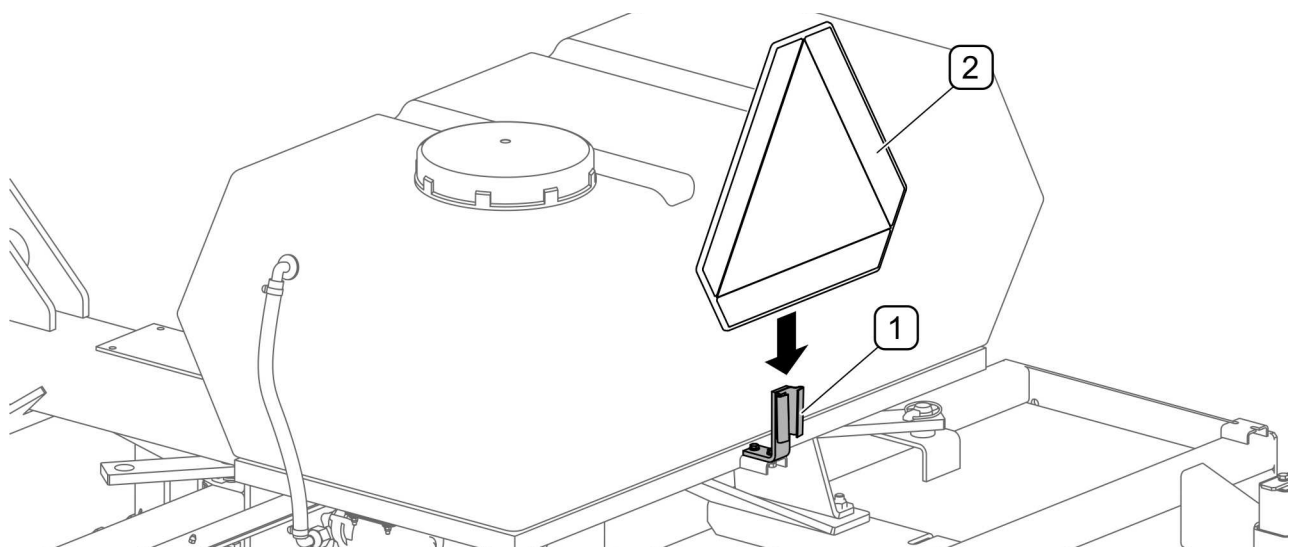

РИСУНОК 4.9 Додатковий кронштейн для розпізнавальної таблички (опція)
- Якщо підмітальна машина закриває знак тихого руху, який знаходиться в задній частині тягача, знак повинен бути встановлений на кронштейні (РИСУНОК 4.9) на рамі підмітальної машини (доступна як опція).